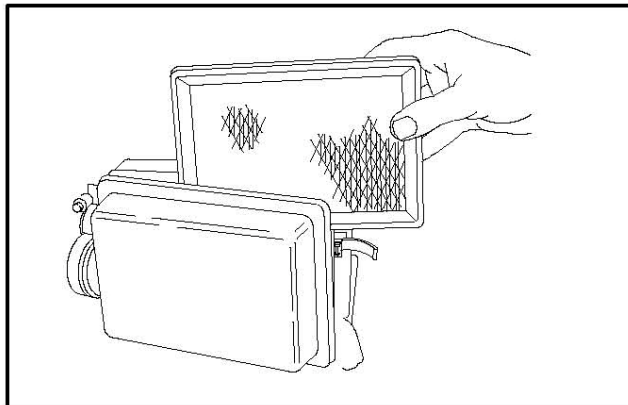

Рис. 3-1 Элемент воздушного фильтра
1. Разожмите пружинные зажимы, чтобы открыть корпус, после чего извлеките активный элемент глушителя. См. Рис. 3-1.